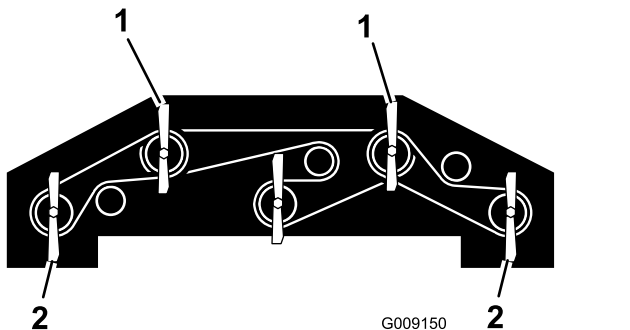

Bild 136
1. Drehen Sie jedes so, dass es geradeaus weist (Bild 136).